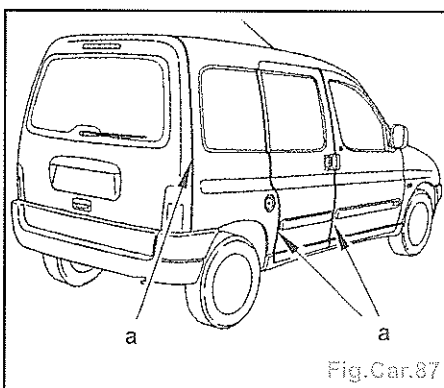

Fig.Car.87
- Fermer les portes et le hayon pour contrôler les jeux en a (voir le chapitre «Éléments amovibles») (Fig.Car.87).